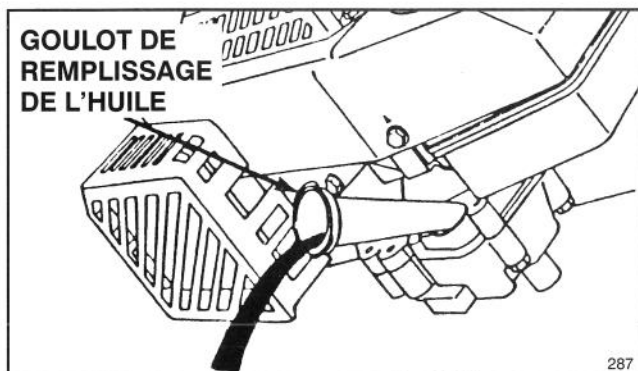

Figure 20
4. Basculer la tondeuse sur son côté gauche pour permettre à l'huile de s'écouler dans le bac (Fig. 20).